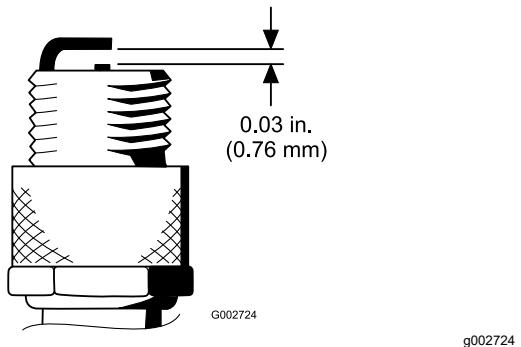

Figura 28
4. Ajuste la distancia entre el electrodo central y el electrodo lateral a 0.76 mm (0.030"); consulte Figura 28. Tras ajustar correctamente los electrodos, coloque la bujía con su junta y apriétela a 23 N·m (200 pulgadas-libra). Si no utiliza una llave dinamométrica, apriete la bujía firmemente.